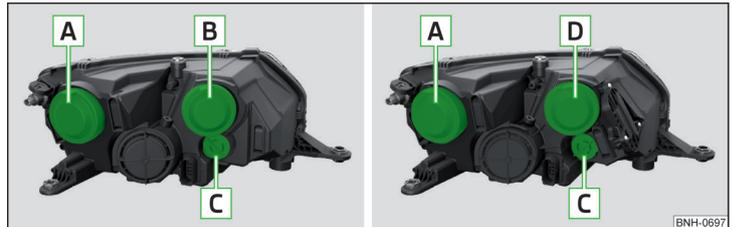

Fig. 263 Faro frontal izquierdo: Faros proyectores halógenos / Faros proyectores halógenos con luz diurna de LED
### Orden de bombillas » fig. 263
- › Retirar la tapa protectora **B** » fig. 263 de la pág. 232.
- › Colocar la tapa protectora **B** » fig. 263 de la pág. 232.
- › Retirar la tapa protectora **A** » fig. 263 de la pág. 232.
- › Retirar la tapa protectora **D** » fig. 263 de la pág. 232.